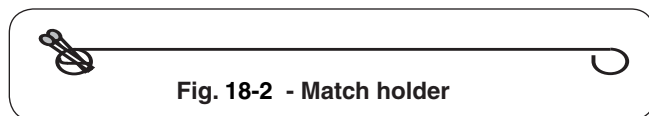

Fig. 18-2 - Match holder
2. Insérez un allumeur brûlant de butane de long-baril, une allumette brûlante de long-tige, ou une allumette brûlante tenue par un support de prolongation de fil (Fig.18-2) par les grilles à cuire au brûleur. (Fig.18-3). Pour des backburners, tenez la flamme contre le matériel perforé du backburner. Pour des sideburners, tenez la flamme contre le brûleur.